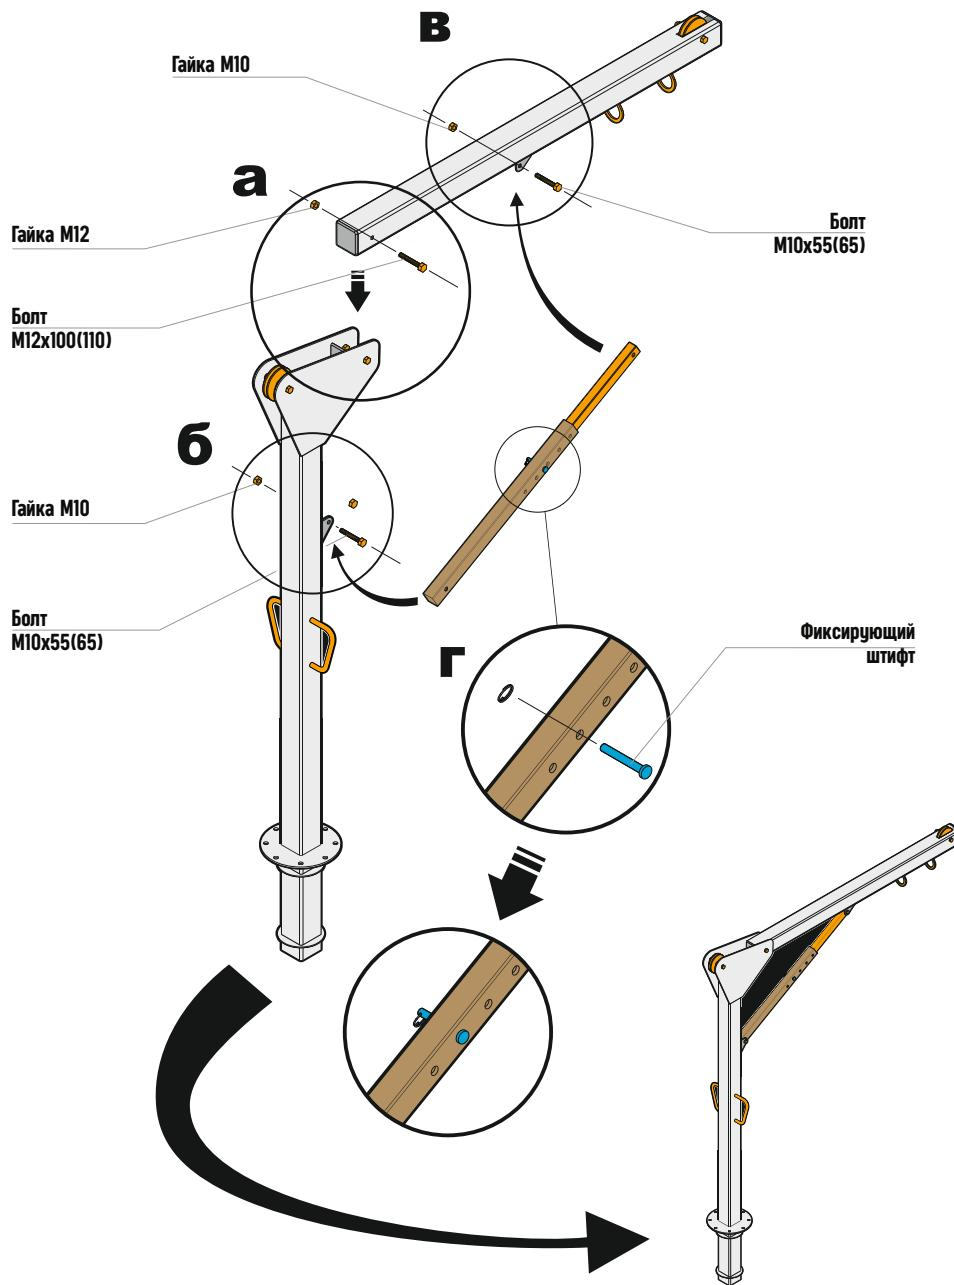

Рис. 9 Монтаж переносного анкерного устройства IVА, арт. IV01.
Монтаж переносного анкерного устройства, арт. IV01 (рис. 9):
2. Соединить консоль и балку при помощи болта M12 и гайки M12 (рис. 9а).
3. Соединить телескопическую перекладину с балкой (рис. 9б) и консолью (рис. 9в) при помощи двух болтов M10 и двух гаек M10.
4. Установить необходимый угол наклона консоли при помощи фиксирующего штифта, отрегулировав телескопическую перекладину (рис. 9г).